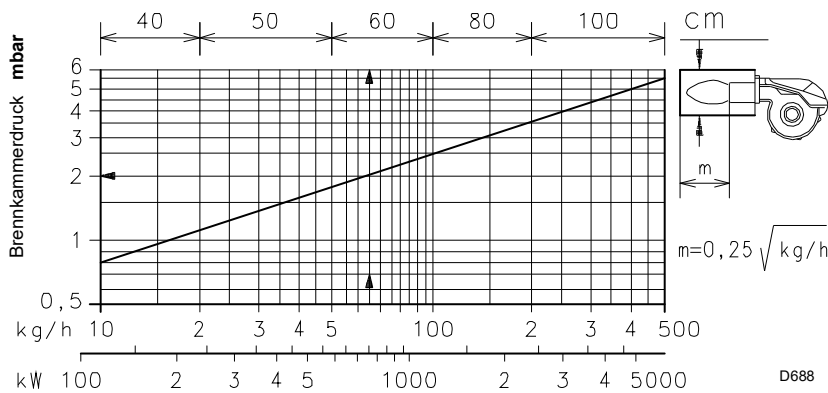

Abb. 5
4.5.1 Prüfkessel (Abb. 5)
Auf der Abb. 5 werden der Durchmesser und die Länge des Prüfbrennkammer angegeben.